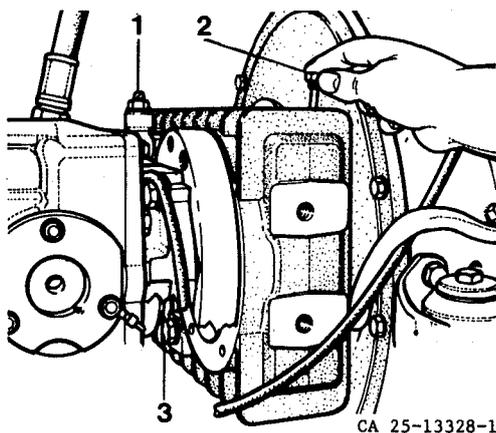

Fig. 68 Cambio di distribuzione
- 10 Avvitare rispettivamente il tappo di livello (2) o l'astina misuratrice (2), fig. 68, e rimettere a posto il tappo di rifornimento (1).